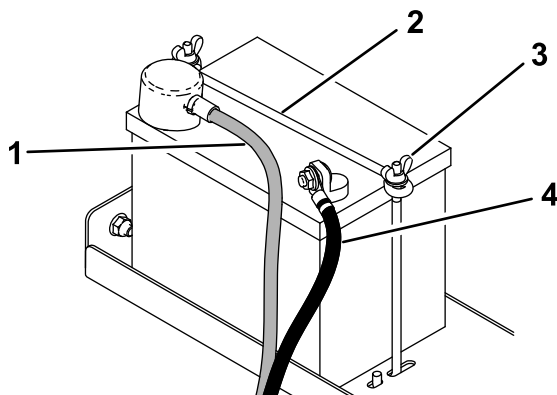

Figure 34
3. Débranchez le câble négatif de la batterie (Figure 34).
4. Débranchez le câble positif de la batterie (Figure 34).
5. Enlevez les 2 écrous à oreilles, la barre de fixation et la batterie (Figure 34).
1. Placez la batterie sur la plate-forme et fixez-la avec les 2 écrous à oreilles et la tige de fixation (Figure 34).
2. Rebranchez le câble positif de la batterie à la batterie (Figure 34).
3. Rebranchez la borne négative de la batterie à la batterie (Figure 34).